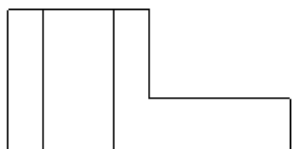

图 4.9.23 平移复制直线 1
③ 选择 **Horiz (水平)** 命令，系统提示 **输入值[退出]**，在其后文本框中输入平移值 30，单击 **✓** 按钮。
④ 在系统 **输入复制数[退出]** 的提示下，输入数量 1，单击 **✓** 按钮，完成后图形如图 4.9.23 所示。
(3) 平移复制 3。
① 在功能选项卡区域的 **草绘** 选项卡中选择 **编辑** → **平移并复制** 命令。
② 选中直线 5 为平移对象，单击中键，系统弹出 **GET VECTOR (得到矢量)** 菜单。
③ 选择 **Horiz (水平)** 命令，系统提示 **输入值[退出]**，在其后文本框中输入平移值 -12.5，单击 **✓** 按钮。